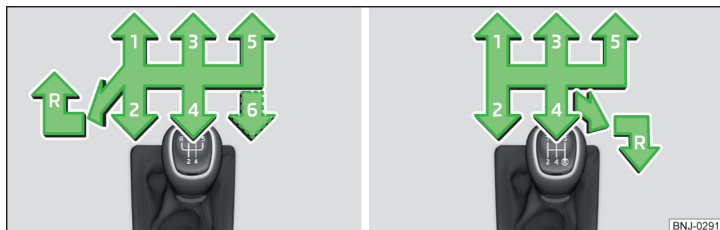

Fig. 119 Schemă de selectare: varianta 1 (cutia de viteze cu 5 / 6 trepte de viteze) / varianta 2 (cutia de viteze cu 5 trepte cu motor 1,0 l MPI)
Pe schimbătorul de viteze este reprezentată schema de selectare pentru pozițiile individuale ale treptelor de viteză » fig. 119.
- Apăsăți maneta schimbătorului de viteze în jos, complet spre stânga și apoi spre înainte, în poziția **R** » fig. 119.